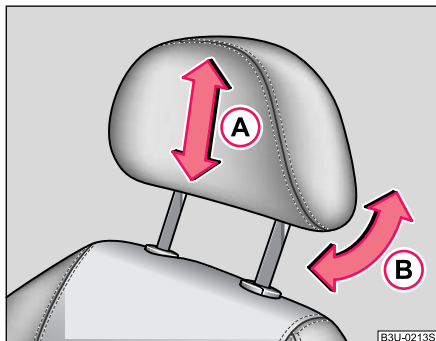

Fig. 44 Régler les appuie-tête
- Saisissez l'appuie-tête latéralement avec les deux mains et faites-le coulisser vers le haut ou le bas dans le sens de la flèche **(A)** ⇒ fig. 44. La meilleure protection est obtenue lorsque le bord supérieur de l'appuie-tête se trouve au moins à la hauteur des yeux ou plus haut.
- Les appuie-tête peuvent être adaptés à la tête en les inclinant dans le sens de la flèche **(B)** ⇒ fig. 44. La position est encore plus confortable en ajustant l'appuie-tête.